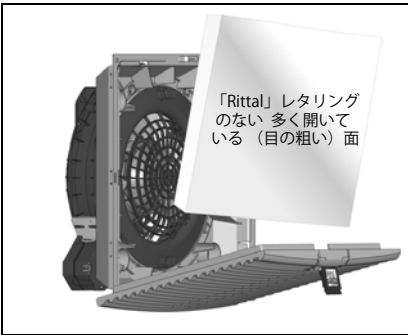

図7: 標準フィルターマットの取り付け
- この時も多く開いている方（「Rittal」レタリングがない方）がプラスチックルーバーの方向に向いているように注意してください（図7を参照）